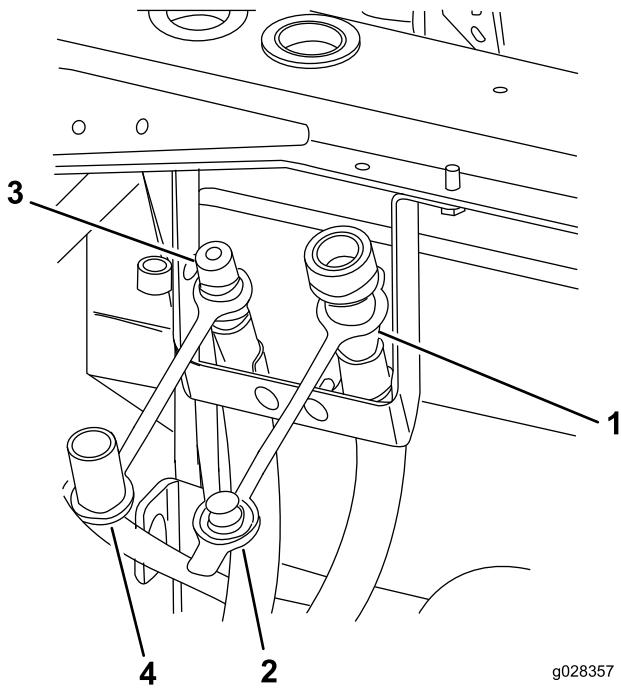

Figure 10
5. Assemblez le flexible de pression sur la gauche du support de tablier au moyen d'un collier en R, d'un boulon de carrosserie (1/4 po) et d'un écrou (1/4 po) (Figure 10).
7. Assemblez le flexible de retour sur la droite du support de tablier au moyen d'un collier en R, d'un boulon de carrosserie (1/4 po) et d'un écrou (1/4 po) (Figure 10).